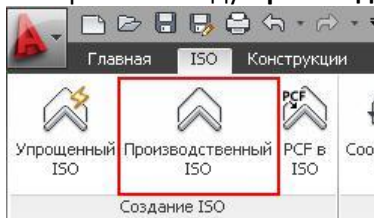

Рис. 111
- Выберите команду **Производственный ISO** (Рис. 111).